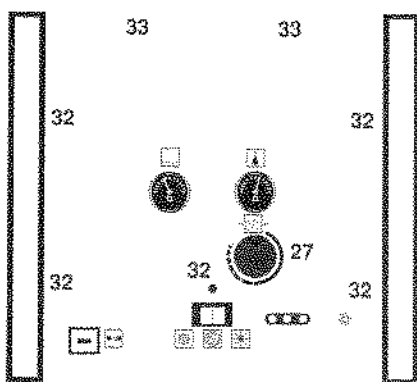
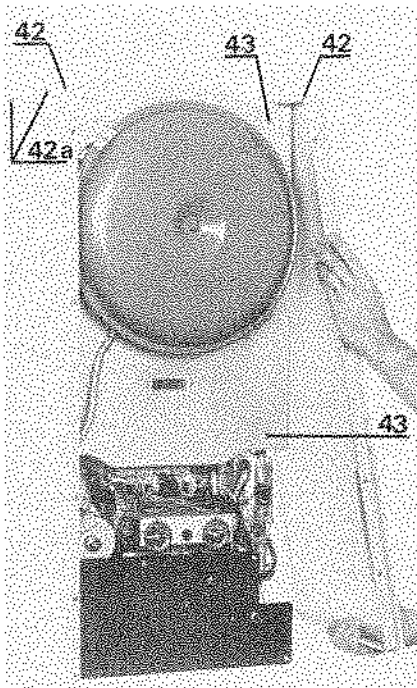

Fig.20
Fig.21
2) Assembler les pièces en commençant par les deux panneaux de côté (fig. 21), après avoir placé les amortisseurs en caoutchouc au niveau de la fixation des têtens supérieurs (42) (fig. 21). Accrocher les panneaux, engager et visser à demi les 2 vis en partie inférieure.
3) Présenter l'écran en position de montage. Engager les 5 vis (32) (fig. 20) prévues pour sa fixation afin de le maintenir. Il est possible ensuite de visser complètement ces 5 vis de fixation et de bloquer les vis des panneaux de côté.
4) Accrocher le panneau avant en l'engageant dans les deux têtens supérieurs (42) (fig. 21), et ajouter les 2 vis (33) (fig. 20) de fixation dans la partie inférieure.
5) Poser le bouton de commande du thermostat chauffage (27) (fig. 20).
Pour intervenir sur le brûleur, il est nécessaire de démonter la porte avant du caisson en dévissant les vis de fixation (43) (fig.21).
- Rebrancher électriquement les 4 électrovannes (44).
- Dévisser les 4 vis (46) et ôter la nourrice (5).
- Visser fortement les 4 vis (46)
- Remonter la porte avant du caisson et visser les 4 vis (43) (fig. 21).